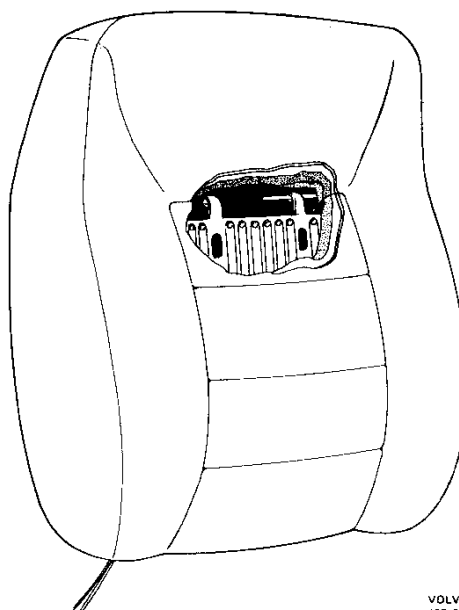

Abb. 61 Aufhängung des Heizkörpers im Polster der Rückenlehne
6. Rückenlehne auf Hochkant stellen. Mit beiden Händen unter den Bezug fassen (eine Hand auf der Vorderseite und eine Hand auf der Rückseite) und die Befestigungshaken (Abb. 61) für den Heizkörper von der Querstrebe abhängen. Heizkörper herausnehmen.